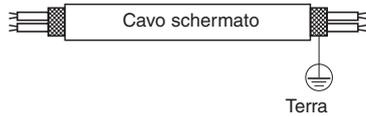

Fig. 6-3
- Usare cavi schermati per i collegamenti elettrici del comando a distanza e mettere a terra lo schermo su entrambi i lati (fig. 6-3). In caso contrario si possono verificare problemi di funzionamento dovuti a disturbi.